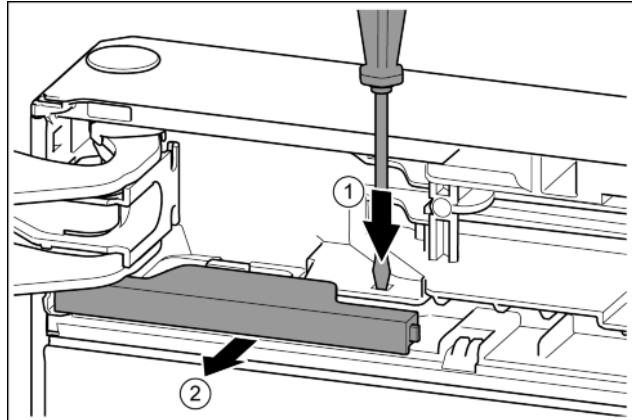

Fig. 14
- С плоската отвертка натиснете езичето. Fig. 14 (1)
- Извадете капака от фиксатора. Fig. 14 (2)